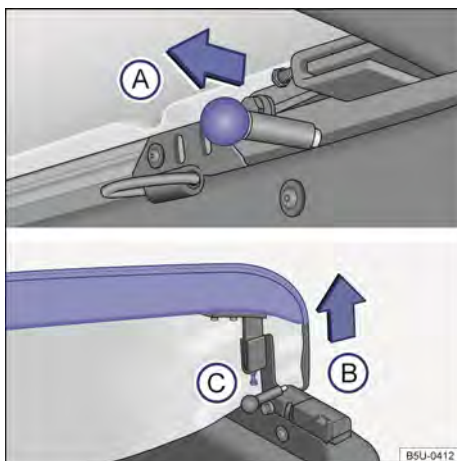
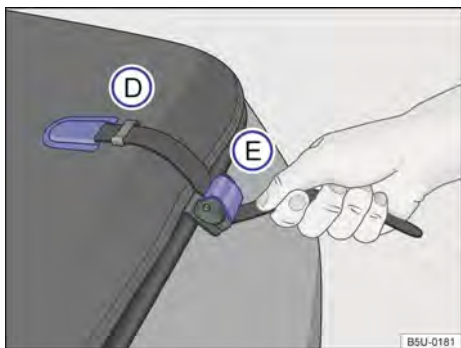

Fig. 51 Travas e parafuso de ajuste do esticamento da capota marítima. ▶
Fig. 52 Fixação da capota marítima.
- Deslocar o pino de travamento → Fig. 51 (A) no sentido da seta, em ambos os lados, simultaneamente.
- Levantar a extremidade da capota no sentido da seta (B).
- Para ajustar o esticamento, soltar a porca e apertar o parafuso ou soltar o parafuso (C), até atingir o esticamento desejado.
- Retirar a extremidade da cinta do alojamento → Fig. 52 (D), nas laterais da capota marítima, e forçar a cinta para baixo, para desbloquear a trava (E).
- Inserir a extremidade das cintas no alojamento (D), para facilitar o recolhimento da capota marítima.